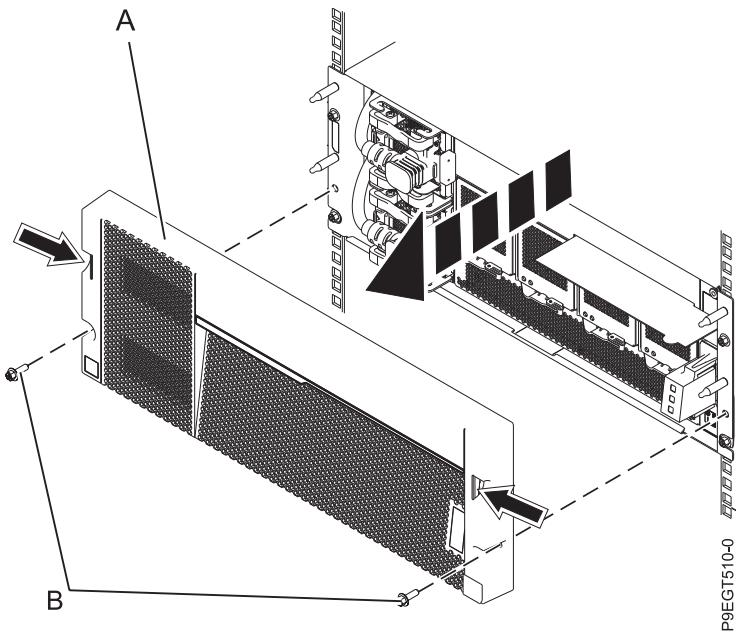

図 1. 前面カバーの取り外し
3. ねじ **(B)** を取り外して前面カバーを取り外してから、前面カバー **(A)** を指で引いて EMX0 PCIe3 拡張ドロワーから外します。 2 ページの図 1を参照してください。